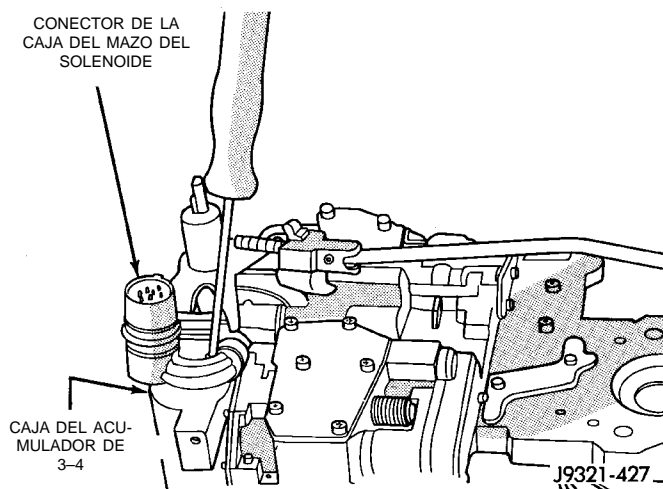

Fig. 48 Perno de resalto del conector de la caja del mazo del solenoide
- (8) Retire el filtro del líquido de transmisión.
- (9) Retire el pequeño perno de resalto que asegura el conector de la caja del mazo del solenoide a la caja del acumulador de 3-4 (Fig. 48). **Conserve el perno de resalto. Sujételo al mazo con una cinta o vuelva a enroscarlo en la caja del acumulador después de retirar el conector.**